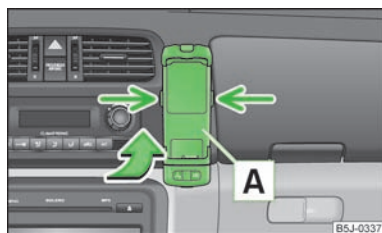

Fig. 90
- Introduza primeiro o adaptador **A** no suporte, no sentido da seta » Fig. 90, até ao batente. Pressione o adaptador ligeiramente para baixo, até este encaixar de forma segura.
- Prima simultaneamente os bloqueios laterais do suporte » Fig. 90 e retire o adaptador com o telefone.